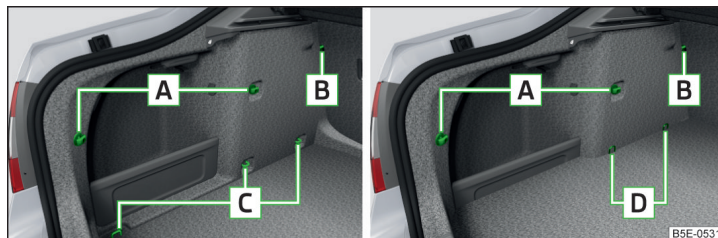
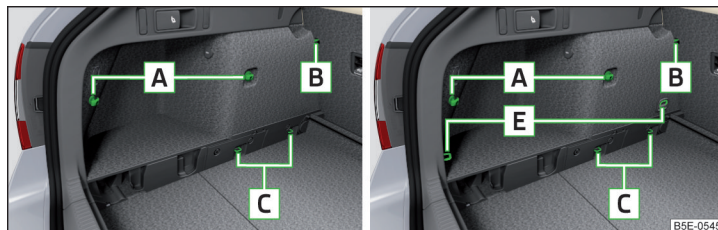
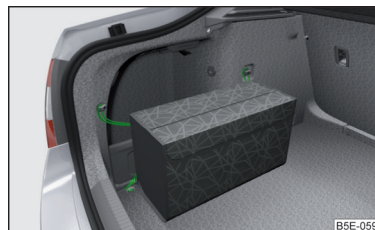

Fig. 100 Elemente de fixare: Varianta 1 / varianta 2 (G-TEC)
Fig. 101 Elemente de fixare: Varianta 3/varianta 4
Fig. 104
**Prezentarea generală a elementelor de fixare » fig. 100 și » fig. 101**
Dacă autovehiculul este echipat cu podea de încărcare variabilă și aceasta se află în poziția superioară, se pot utiliza pentru fixarea plaselor inelele de ancorare **E** » fig. 101 la pagina 94.
La autovehicule cu inele de ancorare **D** » fig. 100 la pagina 94 în spatele scaunelor se pot fixa numai buzunarul transversal și plasa pentru podea (plasa poate fi fixată în zona din spate pe elementele de fixare din spate **A** » fig. 100 la pagina 94).
Buzunarul » fig. 104 poate fi fixat pe elementele de fixare **A**, precum și la inelele de ancorare din spate și din mijloc **C** » fig. 100 la pagina 94.